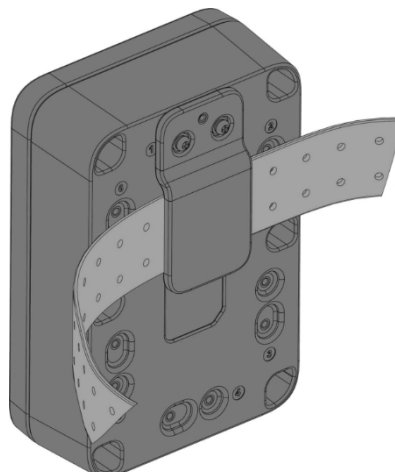

Abbildung 25: Befestigung des Gehäuses am Gürtelclip
3. Befestigen Sie das Unify-Gehäuse abschließend direkt am Gürtel, wie in Abbildung 25 dargestellt.